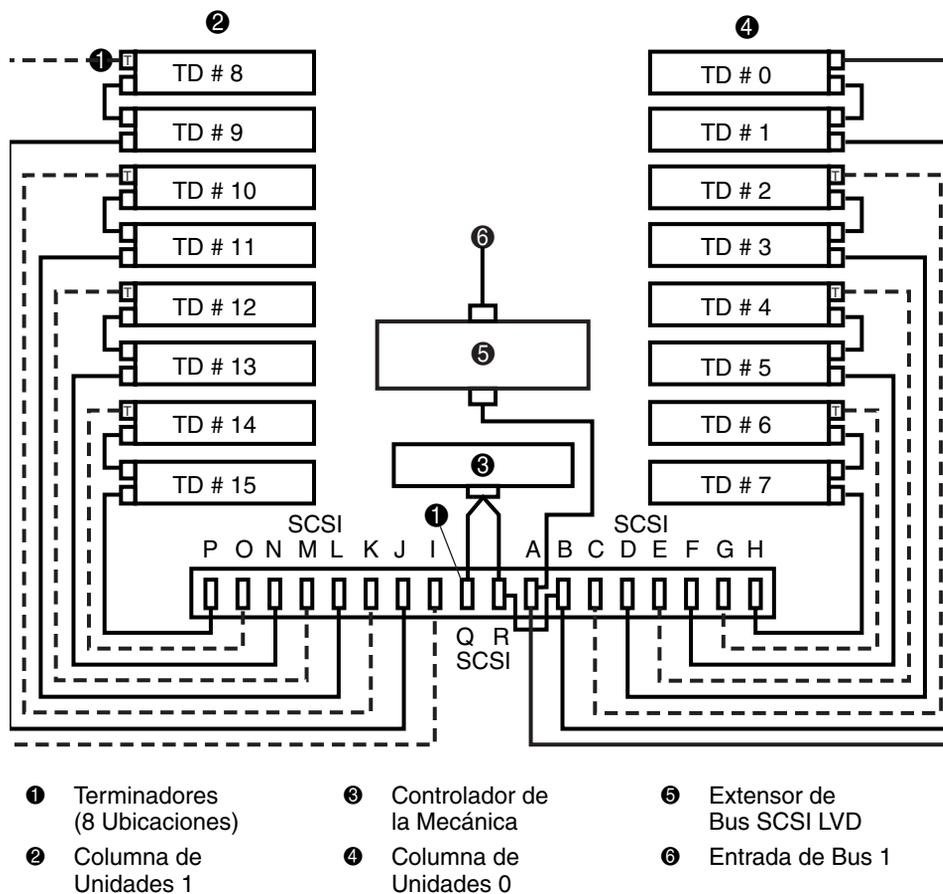

Figura 20: Configuración predeterminada del cableado de 16 unidades
3. Compruebe que todos los terminadores y cables SCSI internos se encuentran correctamente ubicados (el valor predeterminado de fábrica). Consulte la Figura 20.